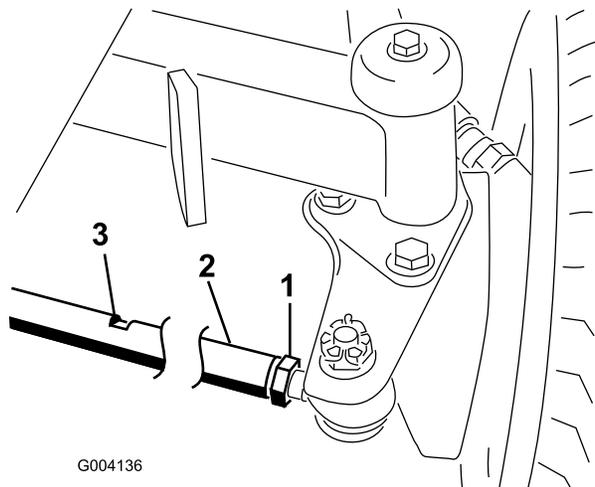

図 60
2. 各タイロッド図 60の端についているジャムナットをゆるめる。